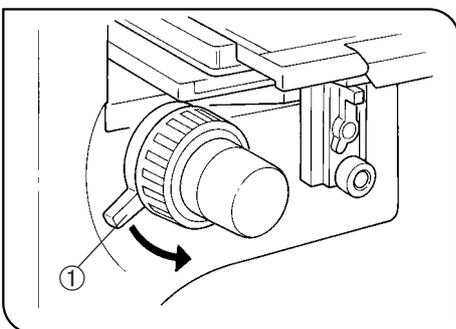

Abb. 11
(Abb. 11)
Gemäß Abb. 11 die eingebaute Mikrometer-Fassung ② durch Drehen gegen den Uhrzeigersinn vom Okular abschrauben und eine Mikrometerplatte in die Fassung einsetzen.